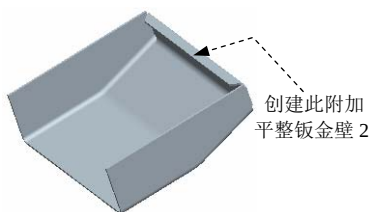
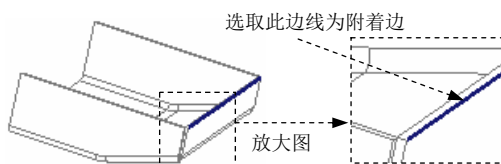

图 11.6.23 平整特征 2
图 11.6.24 定义附着边
Step10. 创建图 11.6.23 所示的附加钣金壁平整特征 2。
(1) 单击 **模型** 功能选项卡 **形状** 区域中的“平整”按钮 。
(2) 在系统  选择一个边连到壁上。的提示下，选取图 11.6.24 所示的模型边线为附着边。